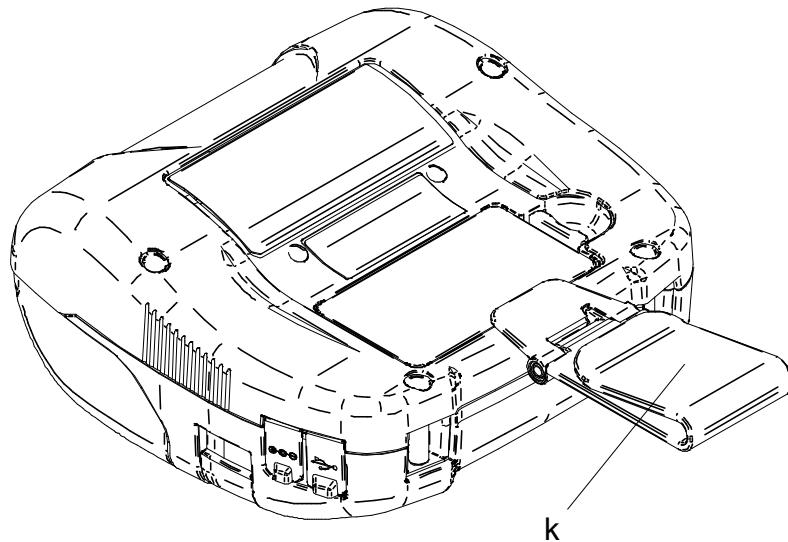

図 14-3 ベルトクリップの取り付け(3)
⑤ バッテリパックをセットしてください。
⑥ 図 14-3のk部をベルトに引っ掛けて使用してください。